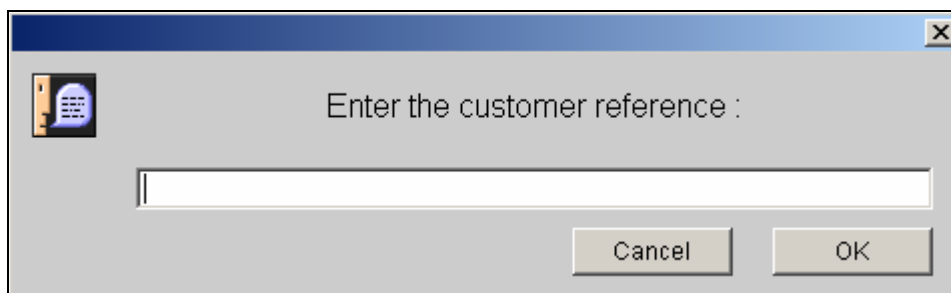

Рис. 4: Внесение выбранных Вами отметок
**Координаты клиента:** при щелчке в этой зоне открывается диалоговое окно. Введите складской номер или измените его и подтвердите (рис. 4).